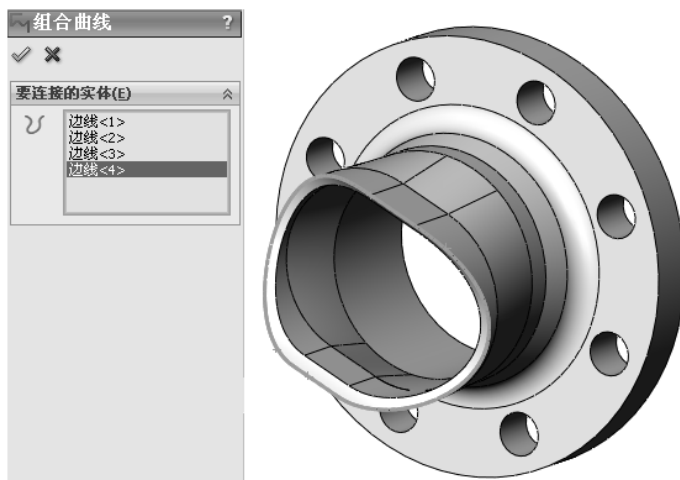

图 4-14 “组合曲线”属性管理器
- 2) 在图形区域中选择要组合的曲线、直线或模型边线（这些线段必须连续），则所选项目在“组合曲线”属性管理器中的“要连接的实体(E)”栏中的显示框中显示出来，如图 4-14 所示。